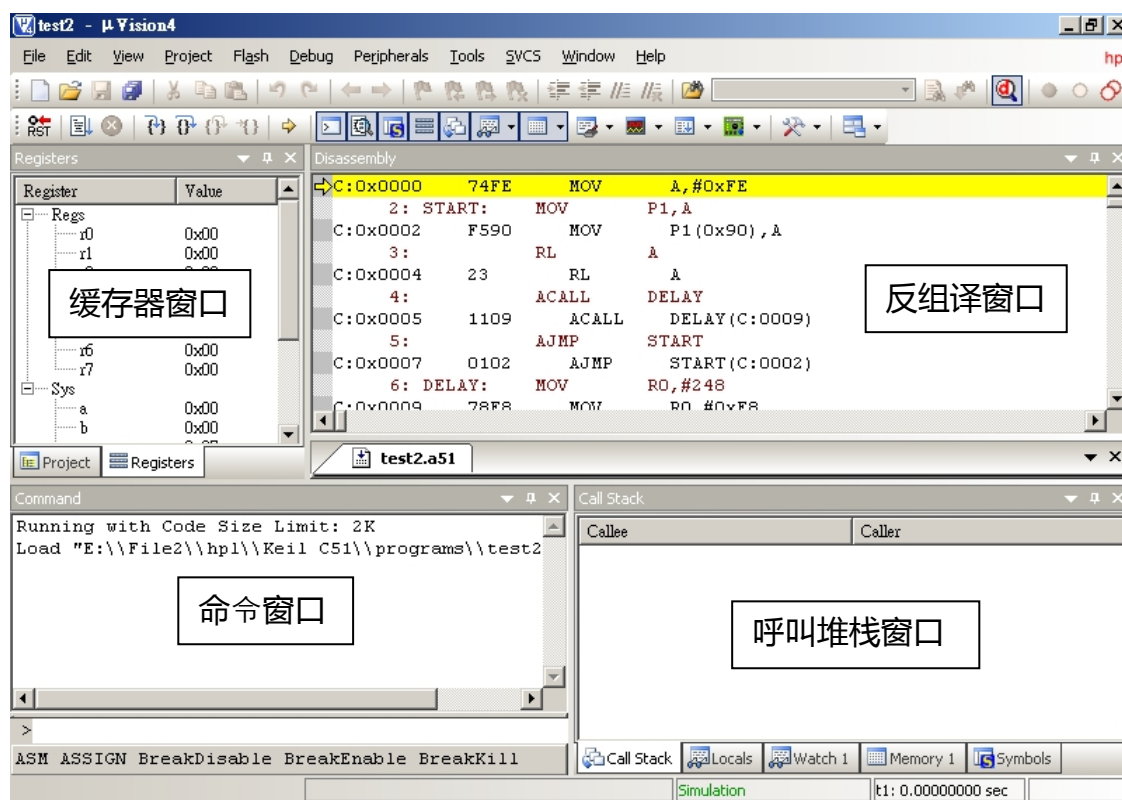

图 2-16 程序除错画面
(8) 选取选单 Debug/Start/Stop Debug Session，或按快捷键 Ctrl+F5，或按在档案工 具列右边有一个小放大镜的按钮，则进入除错(Debug)模式，并显示不同的工作窗口，如图 2-16 所示。进入除错模式之前，同样地会先出现一个小窗口，告诉你目前用的版本是免费的评估版，有 2K ROM 大小的限制，点击确定即可进入除错模式。在除错工具列中， (Reset)按钮表示重置单芯片，并使程序回到最开头处执行。 (Run)按钮表示执行， (Stop)按钮表示停止，当程序处于执行状态时，停止按钮才有效。 (Step Into)按钮表示单步执行会进入函数内， (Step Over)按钮表示单步执行不会进入函数内， (Step Out)按钮表示离开函数， (Run to Cursor)按钮表示执行到光标所在处。